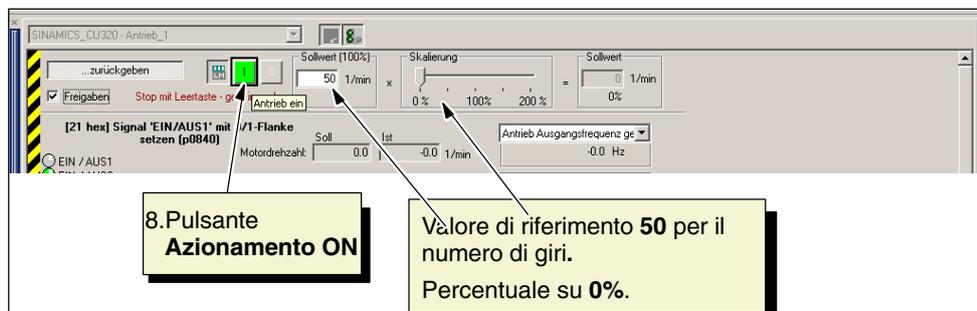

Fig. 10-38 Pannello di comando prima dell'attivazione dell'azionamento
7. Prima di poter far ruotare il motore con il pulsante **Azionamento ON** (vedere la seguente fig. 10-38) sono ancora necessarie le seguenti impostazioni: